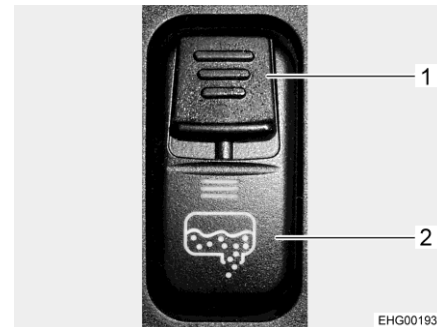

Fig. 162 Interruttore a bilico (rubinetto di scarico)
Il rubinetto di scarico per il serbatoio delle acque grigie viene aperto e chiuso tramite un interruttore a bilico della console interruttori nella cabina di guida. Per evitare l'apertura inavvertita del rubinetto di scarico, l'interruttore a bilico è dotato di un cursore di sicurezza (Fig. 162,1). Il tubo di scarico con collegamento per un tubo di gomma per lo scarico si trova sotto al veicolo.
- Spostare verso il basso il cursore di sicurezza (Fig. 162,1) sull'interruttore a bilico (Fig. 162,2) e, contemporaneamente, premere in basso l'interruttore a bilico. In questo modo la valvola delle acque grigie viene aperta e il serbatoio delle acque grigie svuotato. Il LED si accende e resta acceso fino a quando il rubinetto di scolo delle acque grigie è aperto.
- Dopo il deflusso completo delle acque grigie, richiudere il rubinetto di scarico. A tal fine premere verso l'alto l'interruttore di comando (Fig. 162,1).